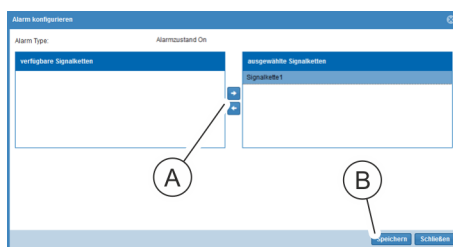

Abb. 119: Fenster "Alarm konfigurieren"
7. Im Fenster "Alarm konfigurieren" eine Signalkette auswählen und über die Schaltfläche „→“ (Abb. 119/Ⓐ) ins Feld „ausgewählte Signalketten“ schieben. Auswahl über die Schaltfläche „Speichern“ (Abb. 119/Ⓑ) bestätigen.